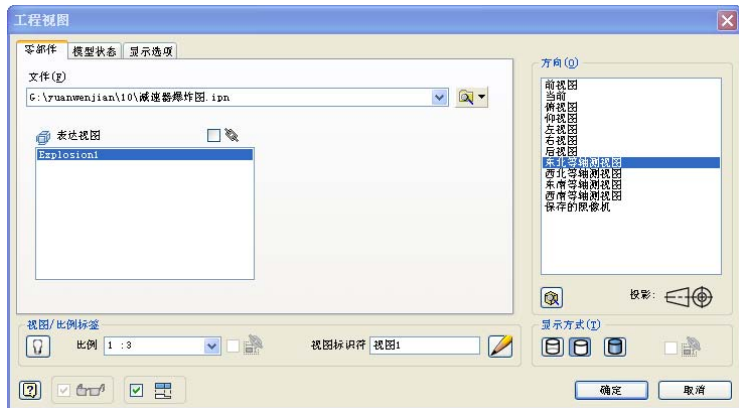
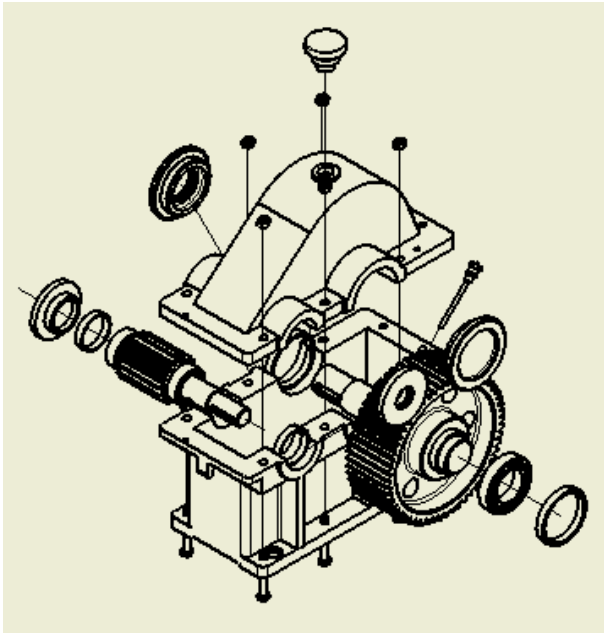

图 12-86 “工程视图”对话框
图 12-87 爆炸图基本图形
①运行 Inventor，单击【快速入门】标签栏【启动】面板上的【新建】工具按钮，在打开的“打开”对话框中选择【Standard.idw】模板，单击【确定】按钮新建一个工程图文件，并将文件保存为“减速器爆炸图.idw”。
②单击【放置视图】标签栏【创建】面板上的【基础视图】工具按钮，打开“工程视图”对话框，在【文件】选项中选择减速器的表达视图文件“减速器表达视图.ipn”，其他设置如图 12-86 所示“工程视图”对话框。单击【确定】按钮完成爆炸图基本图形的创建，如图 12-87 所示。